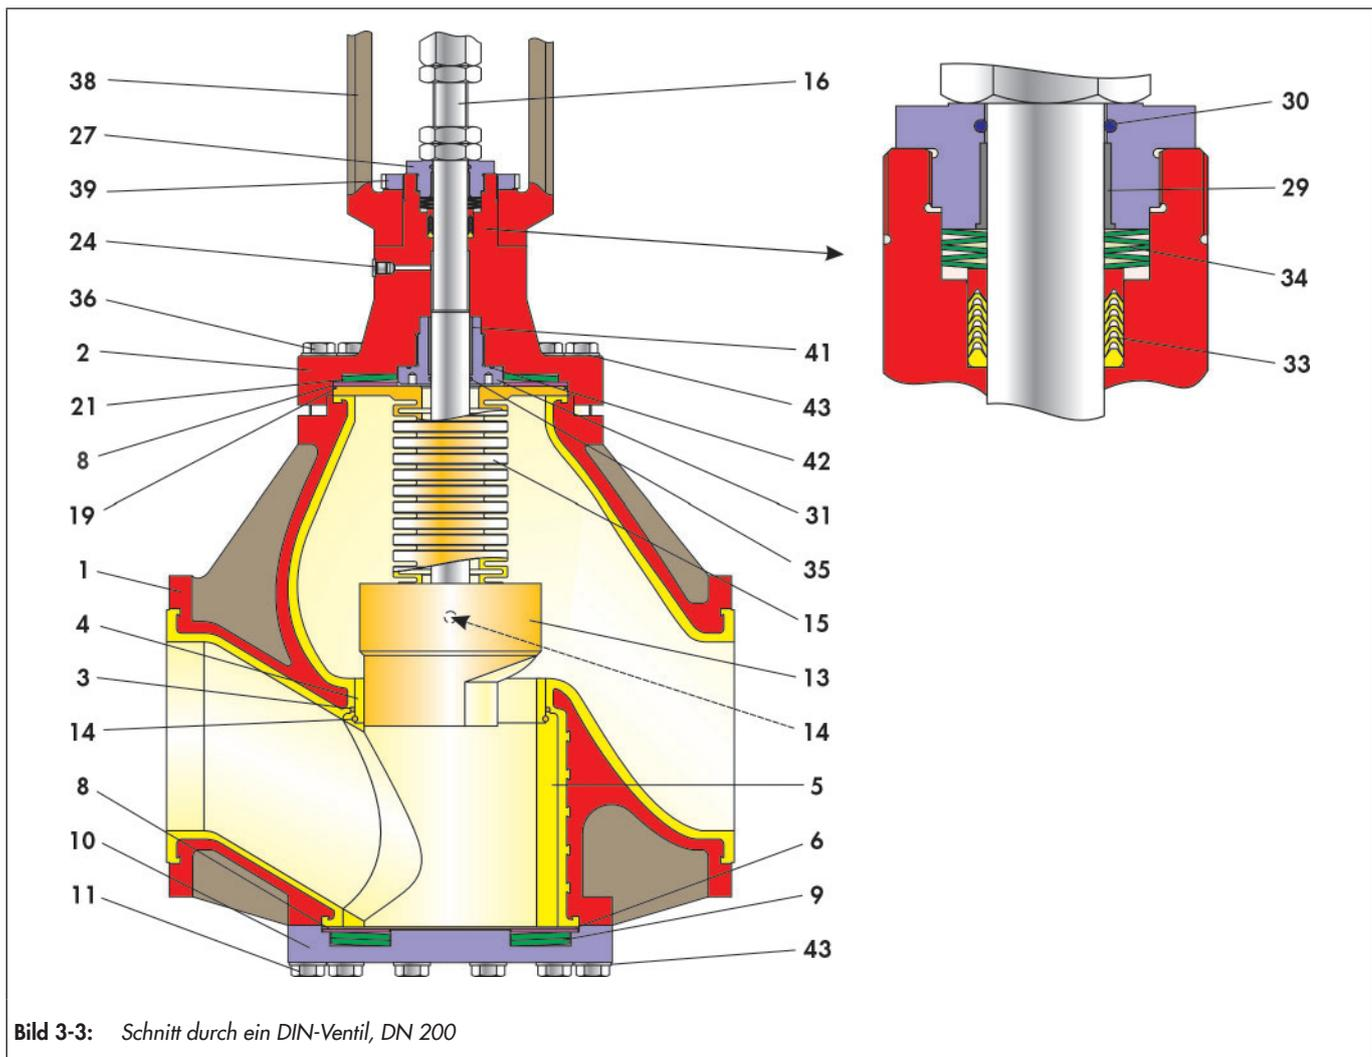

Bild 3-3: Schnitt durch ein DIN-Ventil, DN 200
- ⇒ Sitz (4) in die Aussparung des Druckstücks (5) einsetzen und mit PTFE-Schnur (14) fixieren.
- ⇒ Druckstück (5) mit Sitz (4) in das Gehäuse einsetzen.
- ⇒ Darauf Achten, dass die Durchgangsöffnung im Druckstück (5) mit der Einlauföffnung des Ventils fluchtet.
- ⇒ Mit einem 5 mm Bohrer schräg von der Dichtfläche ca. 10 mm tief in das Druckstück (5) bohren.
- ⇒ Mit einem in diese Bohrung eingeführten Stück PTFE-Schnur (14) das Druckstück gegen Verdrehen sichern.
- ⇒ PTFE-Scheibe (6) auf Druckstück (5) legen.
- ⇒ Druckscheibe (8) auf die PTFE-Scheibe (6) legen.
- ⇒ Tellerfeder (9) einlegen. Lage der Tellerfeder, vgl. Bild 3-3.
- ⇒ Deckelflansch (2) auf eine saubere, in Arbeitshöhe positionierte weiche Fläche legen, so dass die Spindeldurchführung gut erreichbar ist.
- ⇒ Distanzrolle sowie V-Ringe und Schlussring der Dachmanschettenpackung ( 33 ) einlegen. Anordnung der Packungsringe, vgl. Bild 3-3.
- ⇒ Tellerfedersatz ( 34 ) in die dafür vorgesehene Bohrung einlegen. Anordnung der Tellerfedern, vgl. Bild 3-3.
- ⇒ O-Ring (30) in die innere Nut der Stopfbuchse (27) einlegen.
- ⇒ Obere Lagerbuchse (29) in den unteren Teil der Stopfbuchse (27) drücken.
- ⇒ Stopfbuchse (27) am Gewinde einfetten.
- ⇒ Stopfbuchse (27) in das obere Gewinde des Deckelflansches (2) einschrauben, der äußere Freistich der Stopfbuchse ist noch sichtbar.
- ⇒ Untere Lagerbuchse (41) in die Ausdrehung der Gewindebuchse (31) drücken.
- ⇒ O-Ringe (35) und (42) in die entsprechenden Ausdrehungen der Gewindebuchse einlegen.
- ⇒ Gewindebuchse (31) am Gewinde einfetten.
- ⇒ Gewindebuchse (31) bis zum Anschlag in den Deckelflansch (2) einschrauben.
- ⇒ Tellerfeder (21), Druckscheibe (8) und O-Ring (19) in den Deckelflansch (2) einlegen. Anordnung der Bauteile, vgl. Bild 3-3.
- ⇒ Verschlusschraube (24) einschrauben.